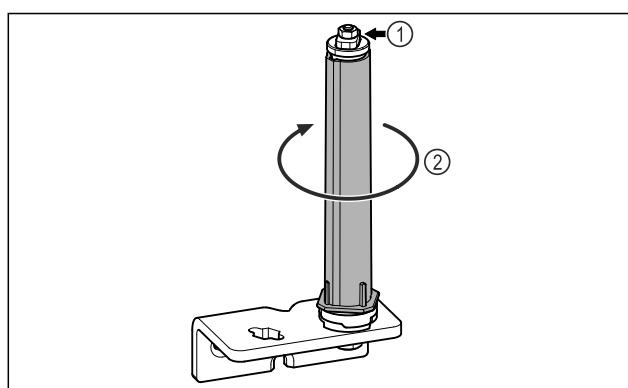

Fig. 13
- ▶ 请勿拆解关门系统 Fig. 13 (1)。
- ▶ 转动关门系统 Fig. 13 (2)，直至听到咔嚓声。